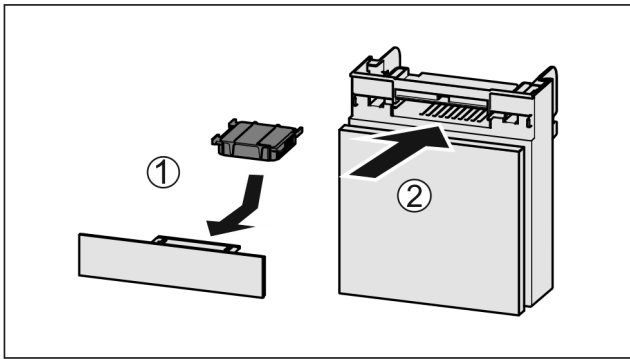

Fig. 117
- ▶ Actiefkoolfilter overeenkomstig afbeelding aanbrengen Fig. 117 (1).
- ▶ Lade erin schuiven Fig. 117 (2).